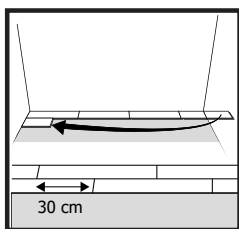

Bild 2
6. Börja andra raden med det skurna plankstycket från första raden. Om biten är kortare än 30 cm, bör den inte användas, börja istället med en ny plankan som är minst 30 cm. Det måste vara minst 30 cm slutbitar. **Bild 2.**